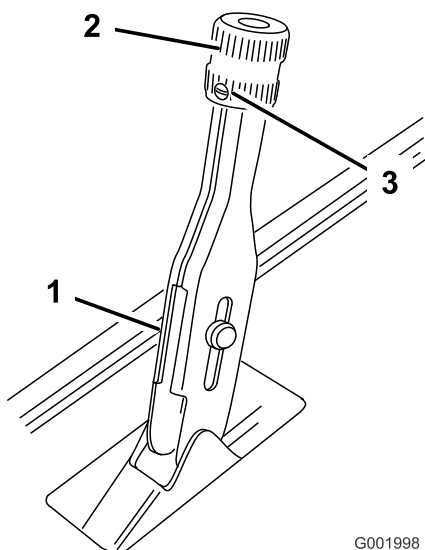

図 60
1. ブレーキ・レバーに調整ノブを固定している固定ネジをゆるめる（図 60）。